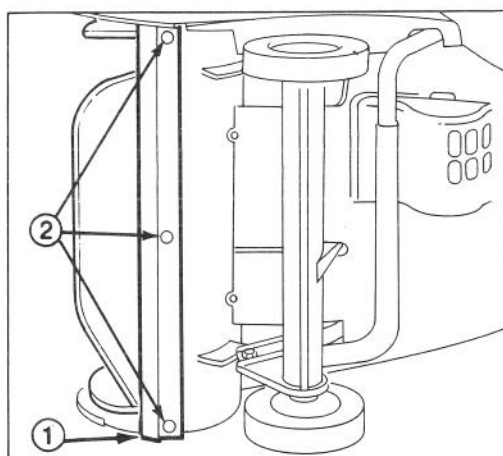

Fig. 7
2. Inclinate la macchina sul fianco. Togliete i dadi di arresto e i bulloni che tengono il raschiatore in posizione (Fig. 7). Togliete il raschiatore dal telaio.